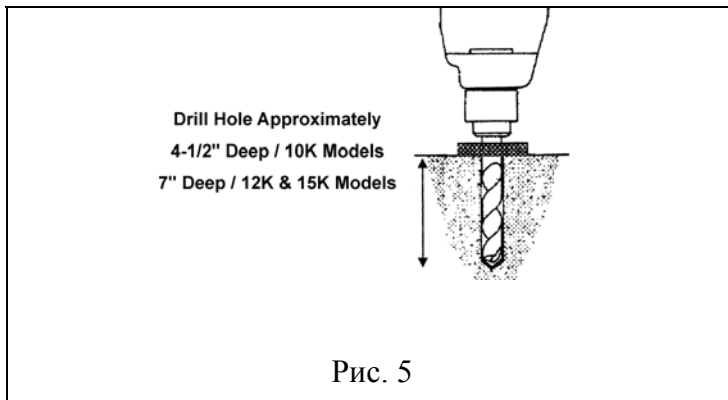

Рис. 5
1. Перед тем, как начать, проверить еще раз все ли размеры правильно размечены. Используя основание стойки как шаблон, просверлить отверстия в бетоне ( глубина 115 мм ( см. Рис.5 )